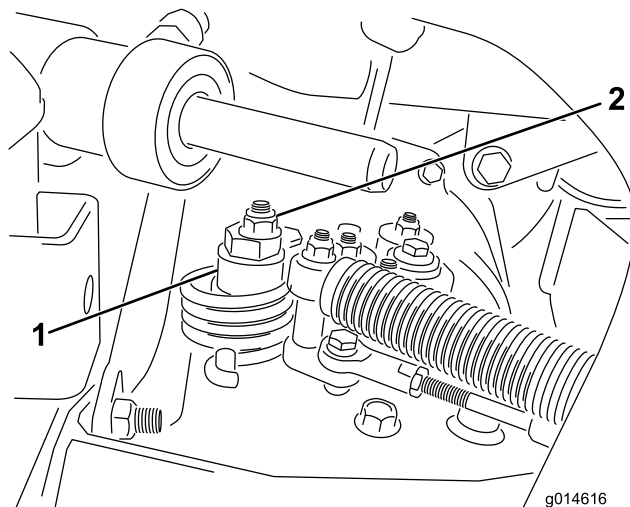

图40
- A. 松开将偏心螺栓固定到静液压泵顶部的螺母 图 40。
- C. 旋转偏心螺栓直到不再出现任何方向的缓慢前移。当轮子停止旋转时旋紧螺母锁定偏心螺栓和调整图40。将油门移至慢速和快速位置验证调节情况。